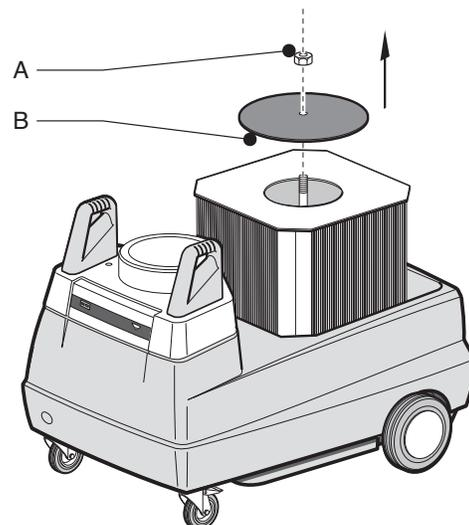

Fig. 17
3. Dévisser l'écrou (Figure 17, Point A) et retirer la plaque d'étanchéité du filtre (Figure 17, Point B).